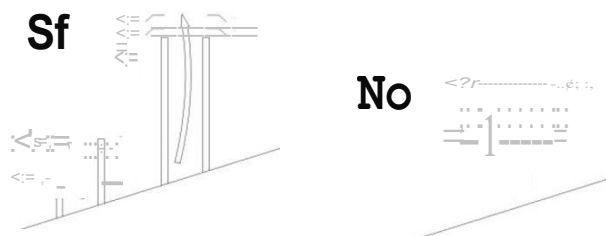

Figure 3
- En cas d'utilisation de cheminées parallèles, il est recommandé de les placer à des hauteurs différentes à la sortie (fig. 3).